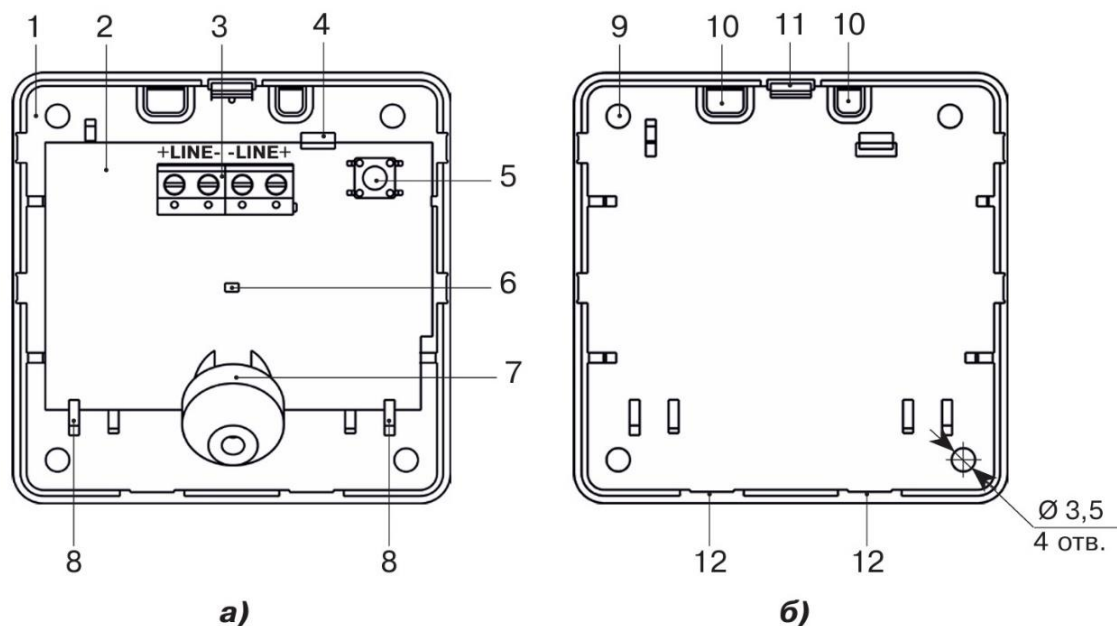

Рисунок 3 – Основание корпуса с печатной платой:
Корпус извещателя (Рис. 3) состоит из крышки и основания (1) с установленной печатной платой (2).
В основании корпуса (Рис. 3 б) имеются: